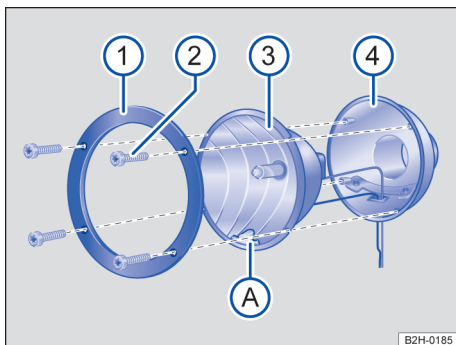

Fig. 155 Iluminação adicional no teto do veículo: desinstalar o vidro da lâmpada.
→ Fig. 155 e → Fig. 156
- 2 Soltar os parafusos com a chave das ferramentas de bordo → Fig. 155 .
- 3 Retirar o anel de suporte → Fig. 155  da carcaça do refletor .
- 4 Retirar a carcaça do refletor → Fig. 155  com cuidado da carcaça do farol .
- 12 Colocar a carcaça do refletor → Fig. 155  na carcaça do farol . A marca  deve apontar para baixo → .
- 13 Colocar o anel de suporte na carcaça do refletor → Fig. 155 .
- 14 Apertar os parafusos com a chave → Fig. 155 .
Instalar a carcaça do refletor sempre com a marca → Fig. 155  para baixo. Caso contrário, a umidade não pode sair da carcaça do refletor e o farol pode ser danificado.